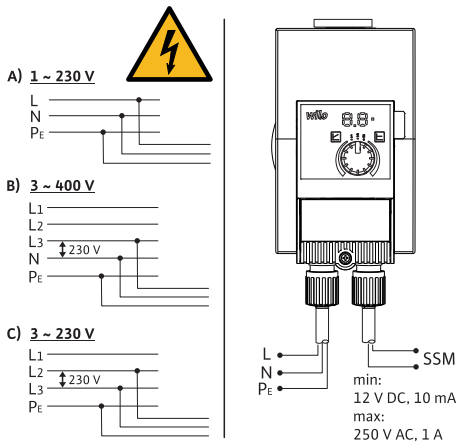

Fig. 3: Liitäntämahdollisuudet
- Liitäntä 230 V:n pienjänniteverkkoihin. Liitettäessä IT-verkkoihin (Isolé Terre – verkkomuoto) on ehdottomasti varmistettava, että vaiheiden (L1-L2, L2-L3, L3-L1 → Fig. 3) välinen jännite ei ylitä 230:tä voltia.